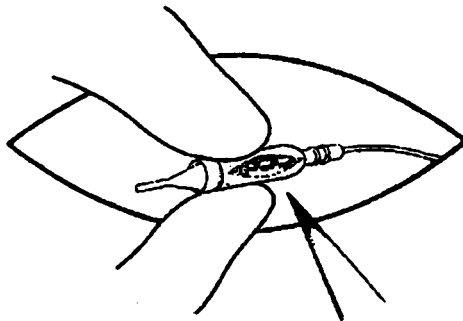

Figura 4. Corte la funda del conector para dejar al descubierto el tornillo de fijación.
4. Corte la funda del conector que cubre el capuchón del electrodo para dejar al descubierto el tornillo de fijación (Figura 4).